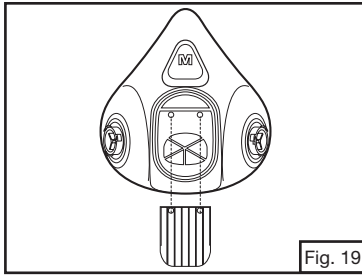

Fig. 19
3. Reemplaza la válvula de exhalación insertando los vástagos y tirando desde el extremo opuesto hasta que ambos se encajen en su lugar (Fig. 19 y 20). Empuja lateralmente sobre los vástagos de la válvula para asegurarte de que estén bien asentados.